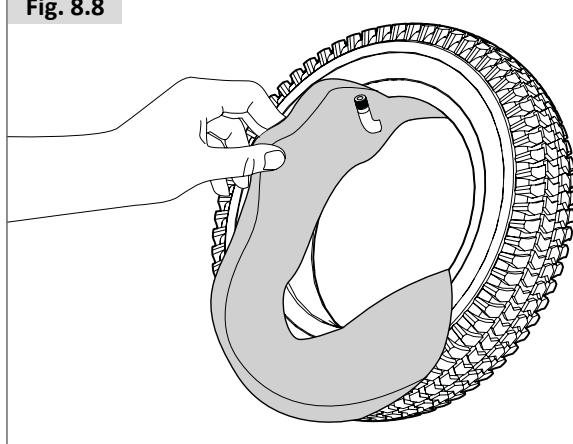

Fig. 8.9
- Controleer of alle onderdelen schoon zijn voordat u alles weer in elkaar zet, (Fig. 8.9).